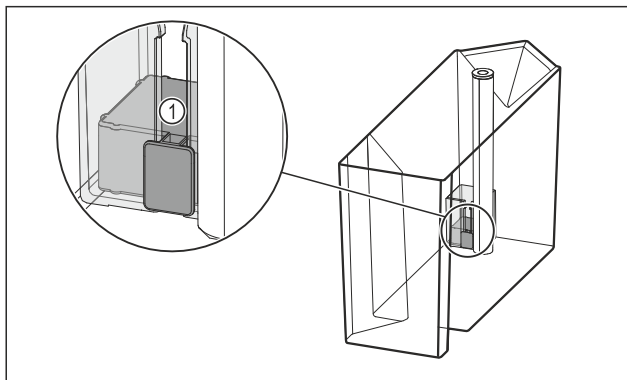

Fig. 98
- Zkontrolujte, jestli není vzpříčený plovák Fig. 98 (1). Pokud je plovák vzpříčený: